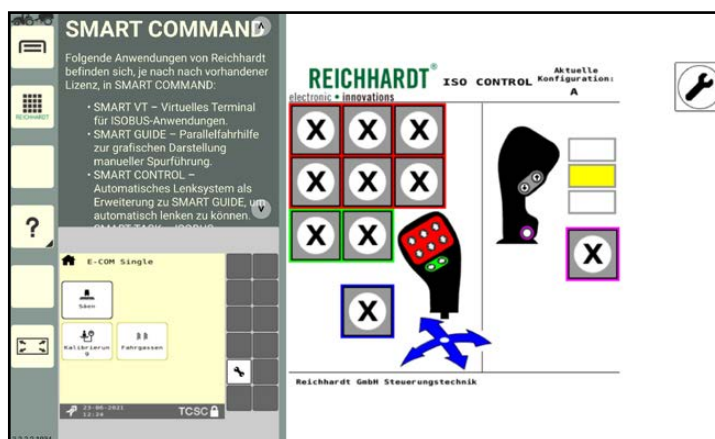

Abb. 76: Anwendung über gewünschtem Fenster loslassen
3. Lassen Sie die Anwendung über dem gewünschten Fenster los (siehe Abb. 76).